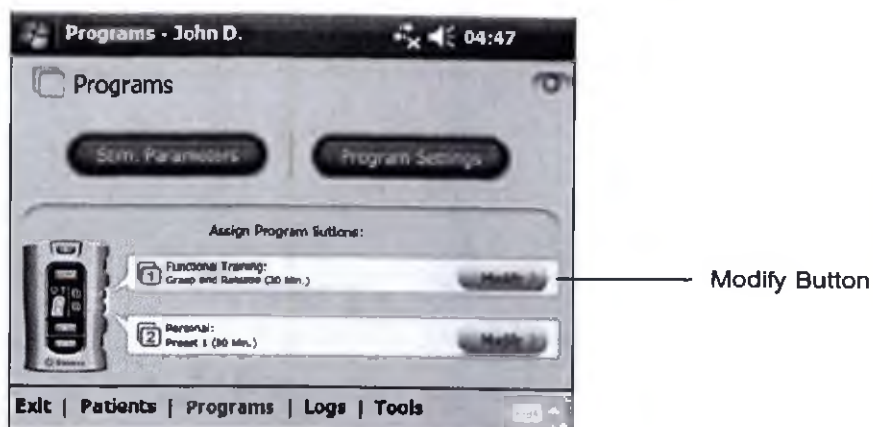

Рис. 8-27 Кнопка модификации, раздел назначения программ
1. Из меню программы нажмите кнопку Изменить (рядом с кнопкой 1 или кнопкой 2) под разделом Назначение программы. См. рисунок 8-27.